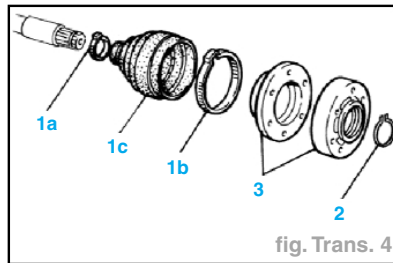

fig. Trans. 4
- Ouvrir les deux colliers de retenue (1a) et (1b) du capuchon de protection (1c) (fig. Trans. 4).
- Dégraisser la surface intérieure du joint homocinétique et détacher le circlip de retenue de son siège (2).
- Retirer le joint du demi-arbre et ensuite retirer le capuchon de protection (3).